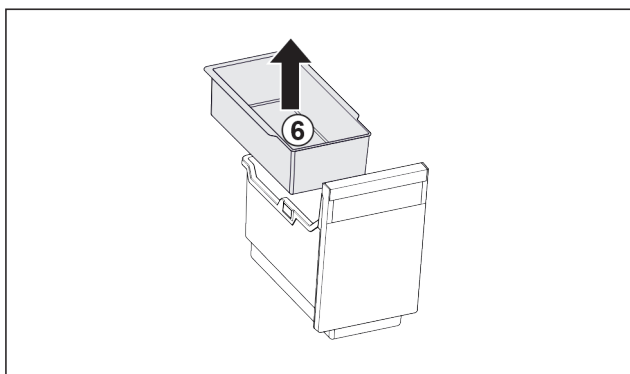

Fig. 42
- Retirer le Fig. 42 (6) balconnet pour glaçons.